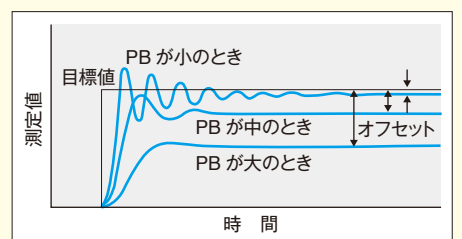

図2.1 比例帯(PB)の調整
- (1) 比例帯(PB)は、十分に大きい値(たとえば400%)から徐々に小さい値へと変えていきます。測定値の振動が出てきたらその値で止めます(図2.1参照)。